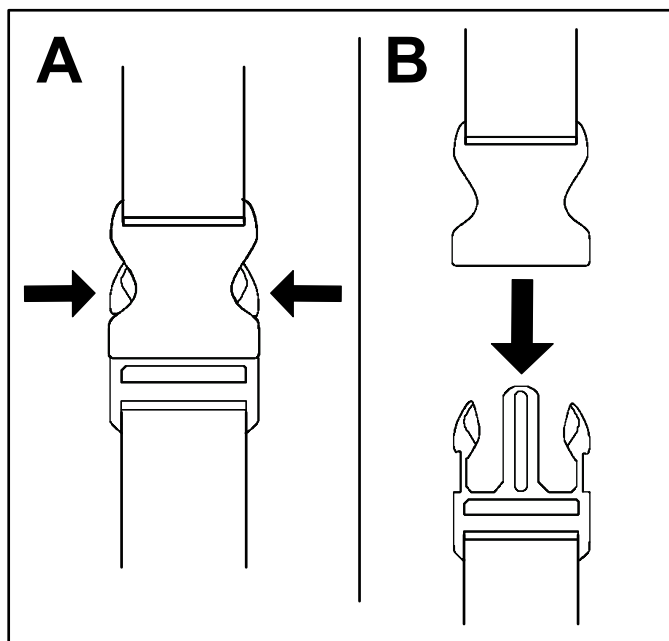

Figura 21
Para desligar o soprador, desengate o bloqueio de velocidade (se estiver a ser utilizado) e liberte o gatilho de velocidade variável (Figura 21).
1. Pressione os lados das fivelas (A de Figura 21).
2. Permita que as fivelas se desliguem (B de Figura 21).